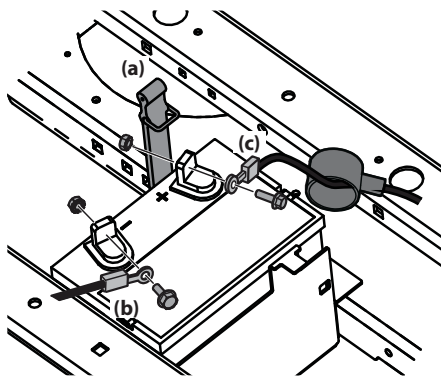

Figure 4-5
2. Détachez l'attache (a) qui retient la batterie. Voir Figure 4-5.